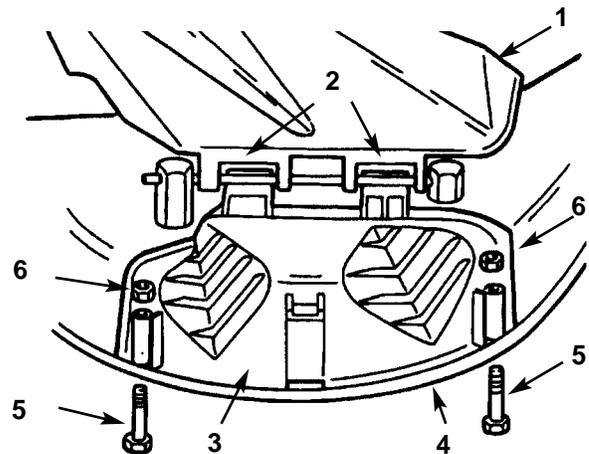

Bild 14
1. Das Prallblech anheben und die Nasen an der Oberseite der Auswurfabdeckung unter die Prallblechbefestigungsstange schieben. Die Auswurfabdeckung abwärts über die Öffnung und auf die untere Kante des Mähwerks bringen (Bild 14).
2. Die Auswurfabdeckung auf der unteren Mähwerkklippe mit Schrauben und Muttern absichern (Bild 14)